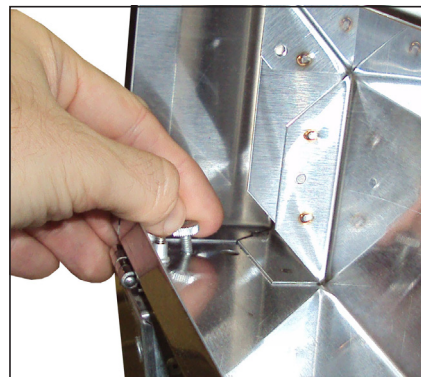

Abb. 2. Halten Sie den Regenabweiser mit den Flügelschrauben offen.
3. Entfernen Sie die Flügelschrauben. Heben Sie dann den Regenabweiser zum Öffnen hoch und schrauben Sie die Flügelschrauben an ihren ursprünglichen Orten hinein. Siehe Abb. 2.